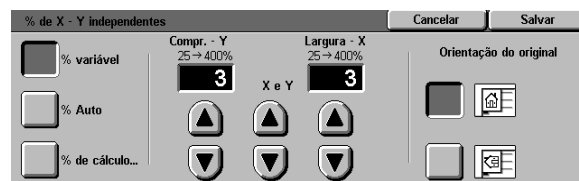

Figura 19: tela % variável de Reduzir/Ampliar
- 3 Selecione a opção **% variável**, como na Figura 19. Siga um destes procedimentos: